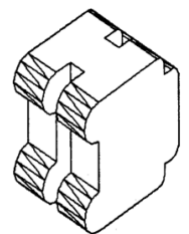

Рис.2 После выдавливания, переноса, копирования и объединения
- 10) Выберите команду **«Сечение»** в панели **Тела** (рис. 2):